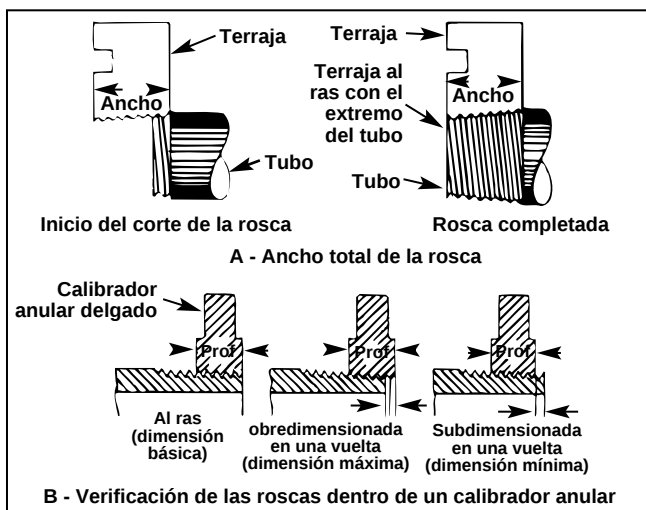

Figura 12 – Verificación de la longitud de la rosca
(Figura 12)
1. La rosca tiene la longitud correcta cuando el extremo del tubo queda al ras con el borde de las terrajas (Figura 12).
2. El cabezal de terrajas puede regularse para obtener el diámetro de rosca necesario. Si es posible, chequéela con un calibrador o medidor anular de roscas (Figura 12). La rosca está bien cortada si el extremo del tubo se encuentra a más/menos una vuelta de estar al ras con la cara del calibrador anular.